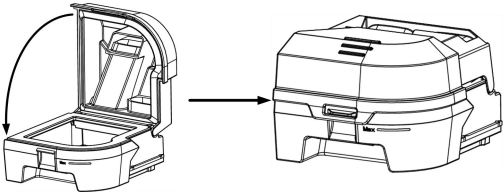

图 7-2
(3) **安装水罐：**水罐晾干后，盖上水罐的盖子，如图 7-2；然后将水罐重新装回呼吸机上（具体步骤见图 4-5）。